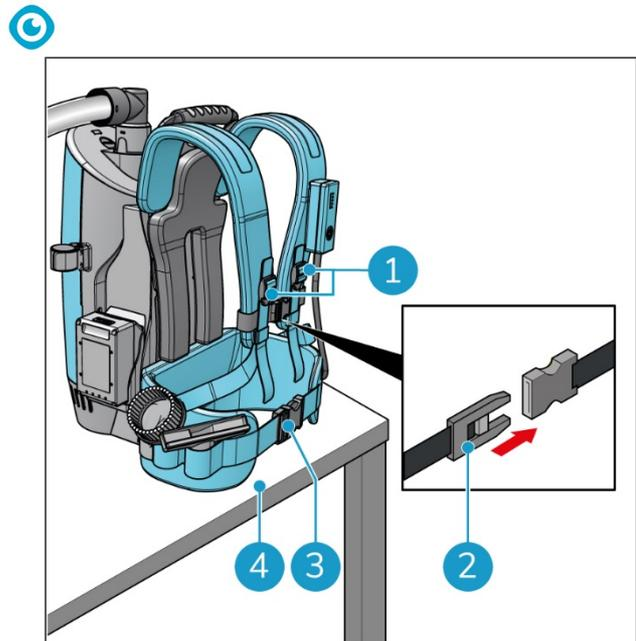

Figura 18
7. Posizionare i-move 2.5B® su un tavolo o superficie piana (Figura 18, pos 4).
8. Aprire la cintura (Figura 18, pos 3).
9. Allentare la fibbia sul davanti (Figura 18, pos 2).
10. Allentare le 2 fibbie (Figura 18, pos 1).
7. Posizionare i-move 2.5B su un tavolo o superficie piana (Figura 18, pos 4).